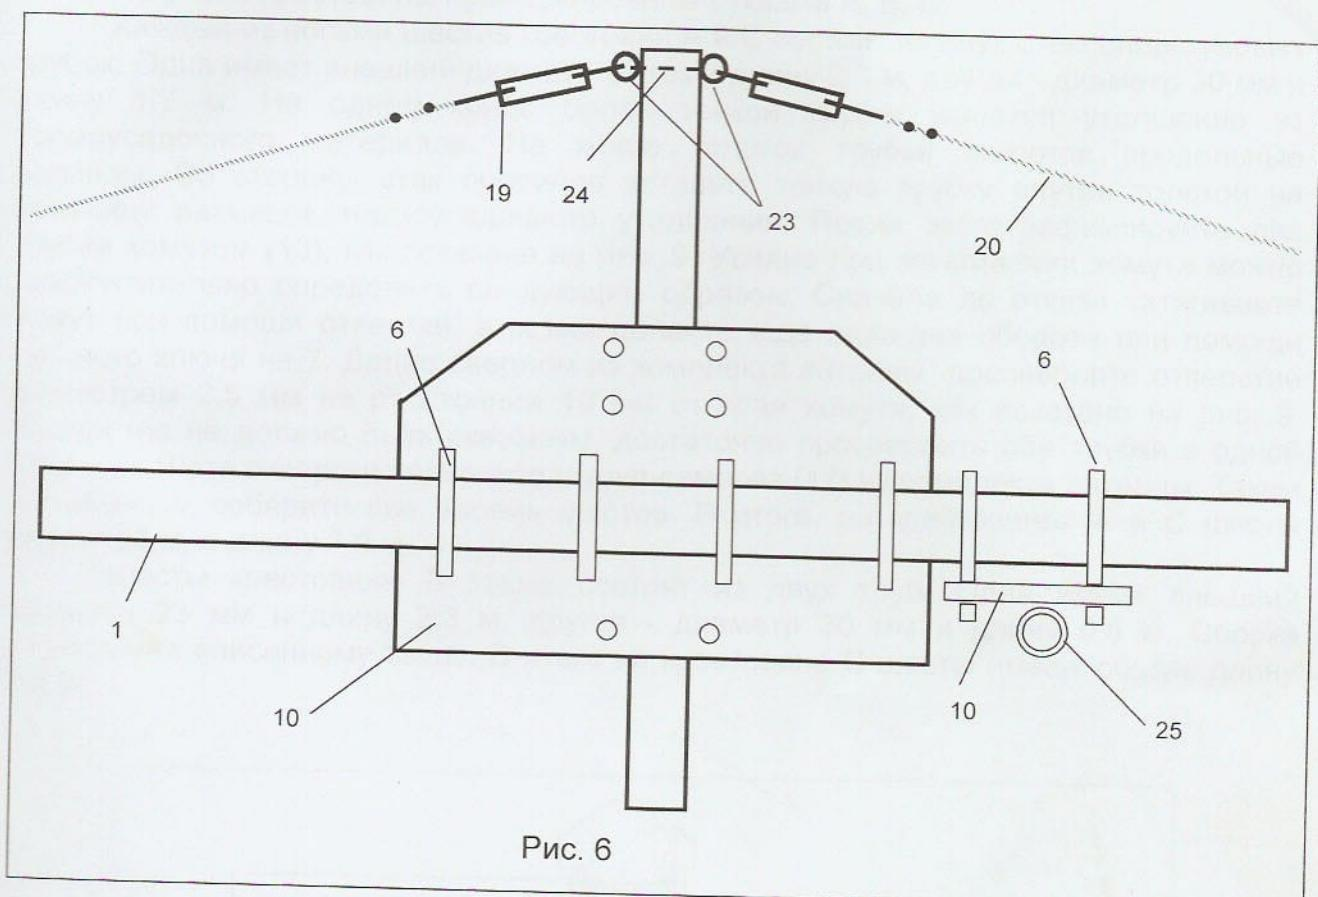

Рис. 6
После сборки крестовин необходимо при помощи U-болтов (6) и уголков (12) собрать V-образную ферму для растяжки бума. Сборка осуществляется аналогично сборке крестовин. Ферма расположена рядом с пластиной (10) для крепления бума к вертикальной трубе. Внешний вид показан на рис. 6. После сборки в точке «а» необходимо просверлить два отверстия большим сверлом из комплекта антенны и скрепить уголки (12) двумя болтами (8). На краях уголков просверлены отверстия для крепления талрепов (19). Закрепите талрепы и растяните траверсу как показано